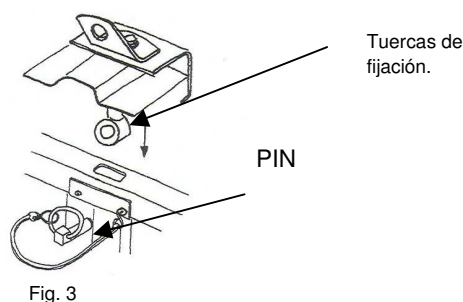

Fig. 3
- 5.- Una vez colocadas las tuercas de fijación en los anclajes del techo (4 u 8), éste se desliza sobre las paredes y se sujetará con el correspondiente PIN. (fig. 3.)